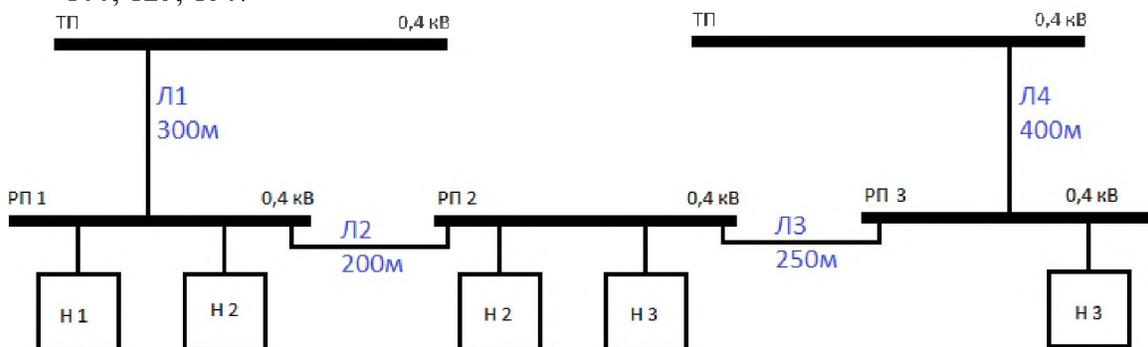

Рисунок 1. Схема участка системы электроснабжения
12. Выбрать мощность и места установки устройств компенсации реактивной мощности (УКРМ) для участка системы электроснабжения (рис. 1). Характеристики нагрузок участка системы электроснабжения приведены в табл. 1. При выборе мощности УКРМ использовать следующий ряд номинальных мощностей, квар: 15, 20, 25, 30, 40, 50, 60, 80, 100, 125, 150.